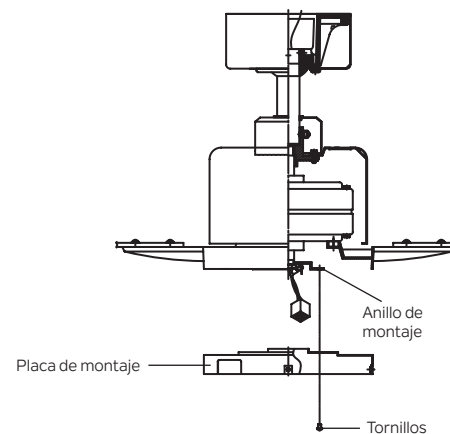

Figura 15
Paso 1. Afloje los dos tornillos del anillo de montaje fijado al eje del motor y "retire" y guarde el tercer tornillo. (Figura 15)
Paso 2. Coloque los orificios de la llave en la placa de montaje sobre los dos tornillos previamente aflojados del anillo de montaje, gire la placa de montaje hasta que se traben en su lugar en la sección estrecha de los orificios de la llave. Fije apretando los dos tornillos previamente aflojados y el que quitó previamente. (Figura 15)